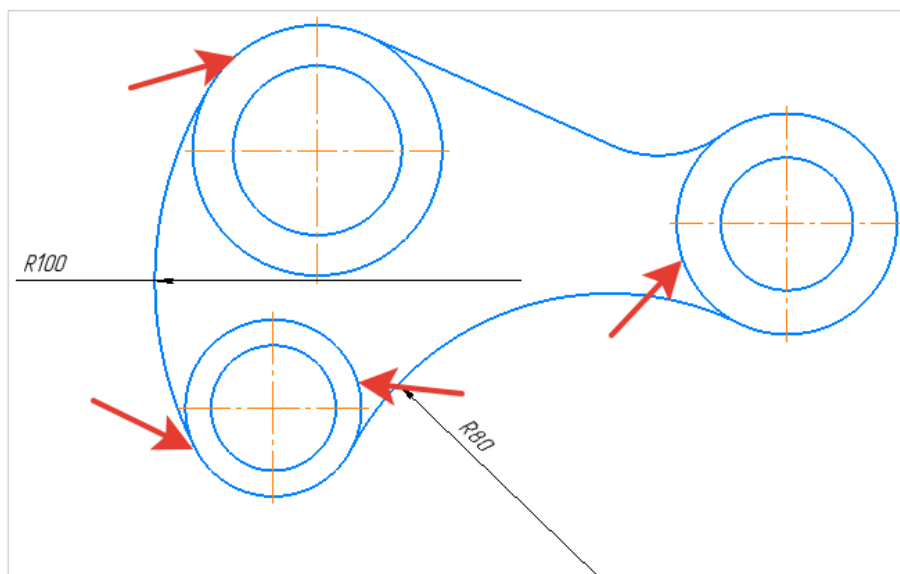

Рисунок 32.
5. С помощью **Скругление**  выполнить дуги $R100$ и $R80$ (рисунок 32). Обратите внимание на указание стрелок, при выполнении дуги каждого размера.